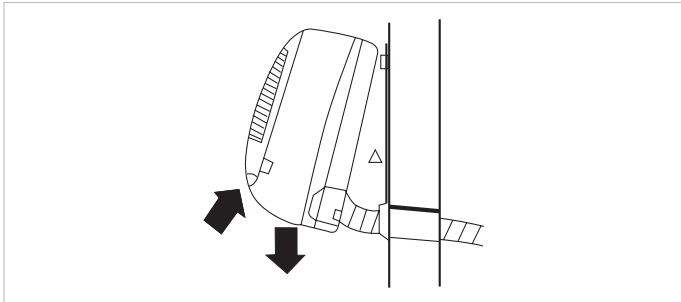

Abb. 9.10 Montage des Innengerätes.
- Kippen Sie den unteren Teil des Innengerätes nach vorne und setzen Sie zwischen der Montageplatte und dem Gerät ein Hilfswerkzeug (z. B. ein Stück Holz) ein (siehe Abb. 9.10), um den Zugang zu den Geräteanschlüssen zu ermöglichen.